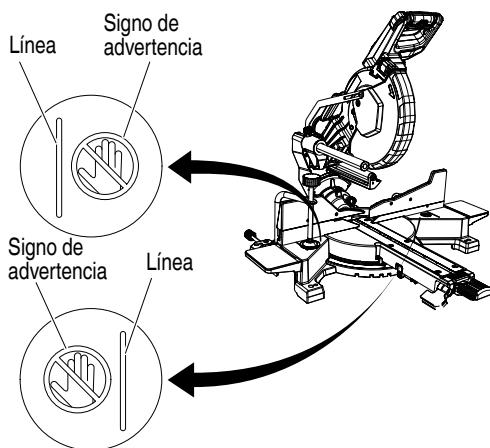

Fig. 28
- No coloque nunca sus miembros dentro de la línea cerca del signo de advertencia mientras esté utilizando la herramienta. Esto podría resultar peligroso (consulte la Fig. 28).